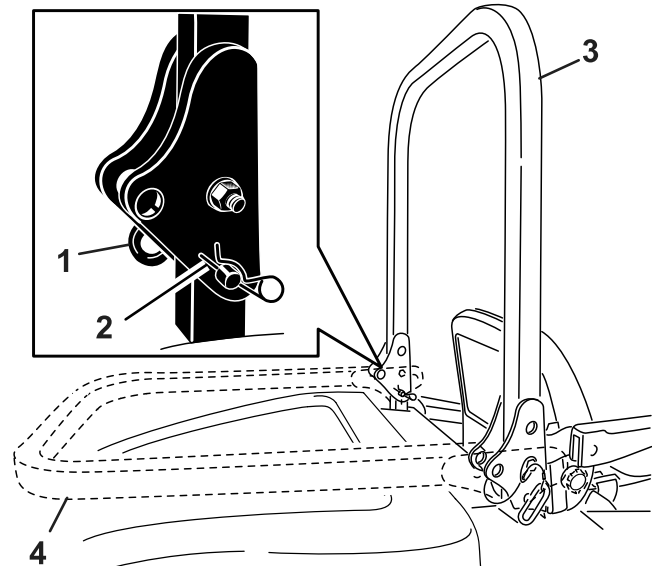

Figure 20
1. Relevez l'arceau de sécurité et retirez les goupilles fendues ainsi que les 2 axes (Figure 20).